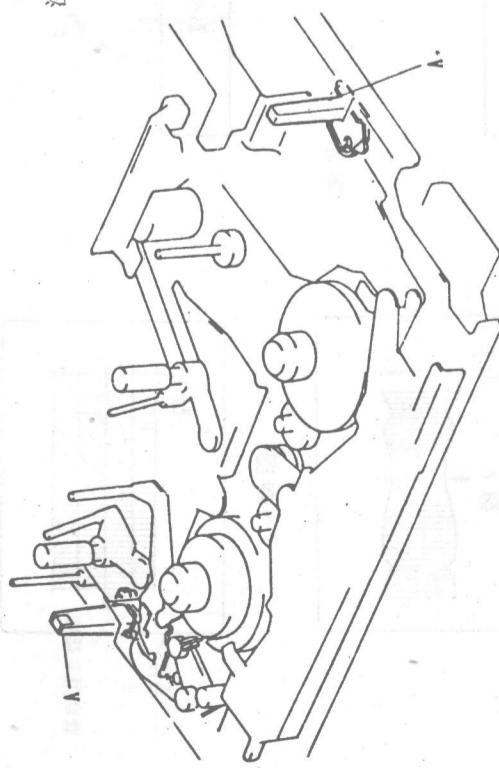

图 68
- ①卸下顶盖和前板；
- ②卸下磁带盒负载机构；
- ③从交流电源插座上拔去电源导线插头；
- ④用黑色拖板布等盖住供带和绕带终端传感器，如图 68 中的 A 部分，以便遮断光线；
- ⑤将电源插头插到交流电源插座；
- ⑥打开“ON”录象机的操作开关，在此状态下，录象机可以接受各项状态的输入（只有重绕动作数秒钟内停止，这是因为绕带卷盘处于停止状态而不能检出卷盘光）。